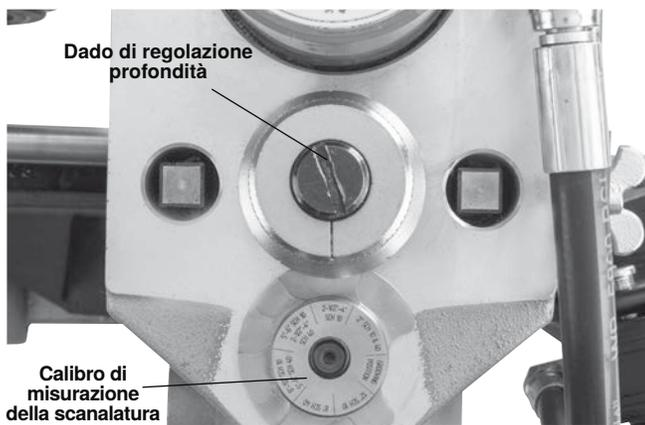

Figura 14A - Posizionamento del passo corretto del calibro sotto la testa di regolazione
3. Regolare il calibro di profondità della scanalatura in modo che il passo corretto del calibro si trovi sotto la testa della vite di regolazione (Figura 14A). Il calibro di profondità delle scanalature è progettato per l'uso con i tubi. Vedere "Impostazione del diametro della scanalatura per le tubature in rame" per l'uso con il tubo in rame.